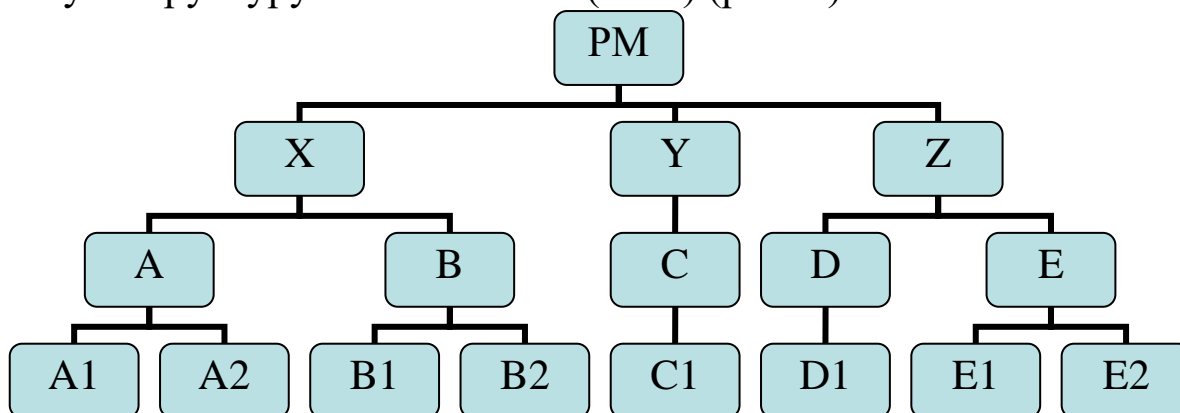

Рисунок 2 – Организационная структура исполнителей (OBS)
3. На основе анализа участников проекта построить организационную структуру исполнителей (OBS) (рис. 2).